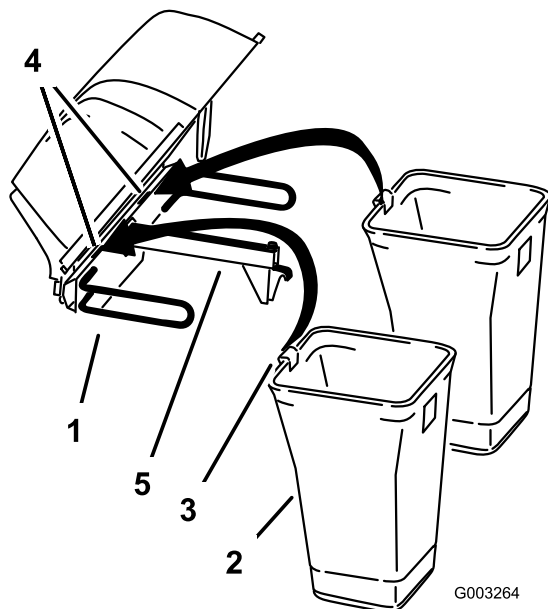
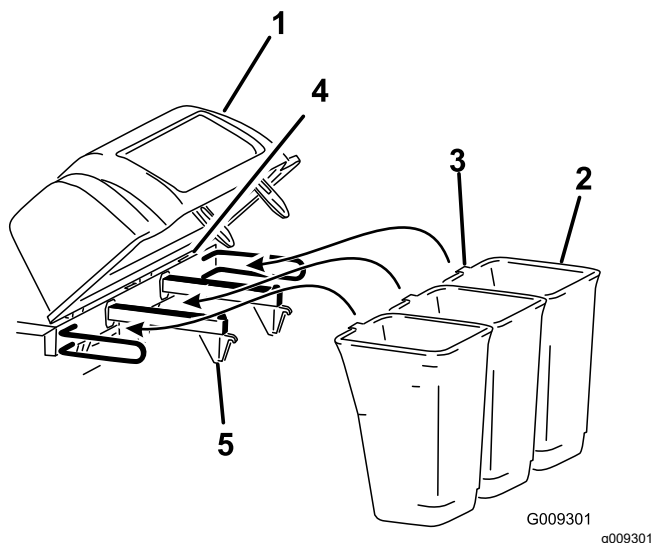

Figura 9
Figura 10
6. Instale el gancho de la bolsa en la muesca del capó (Figura 9 o Figura 10).